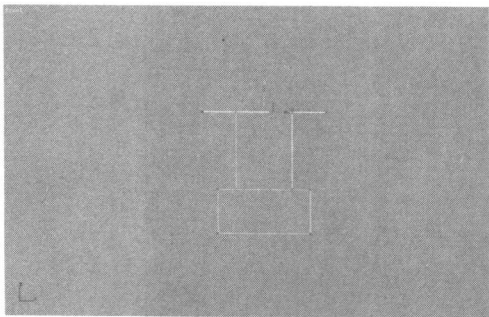

图 1-2-16 编辑节点
(7) 进入 **点** 编辑模式, 选择最上面的所有节点, 在 Y 轴上向下移动, 和第二排节点重合。如图 1-2-16 所示。